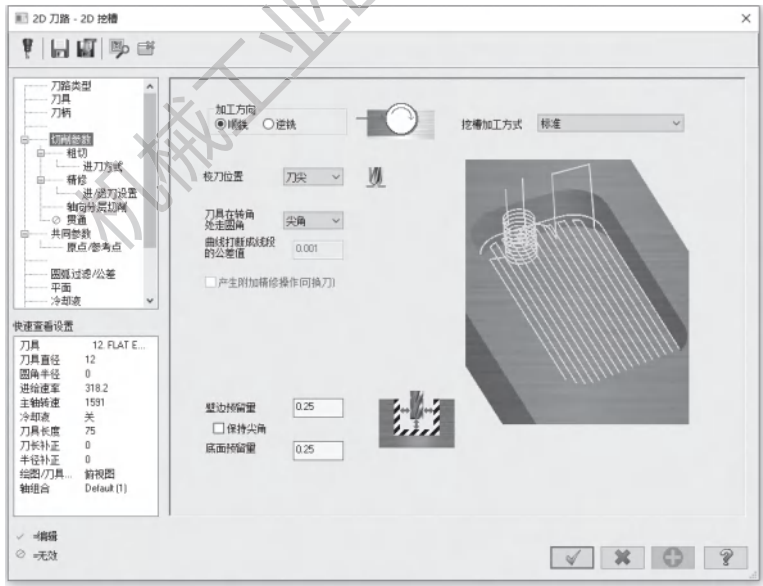

图 10-40 切削参数选项卡
3) 打开【切削参数】选项卡，在【挖槽加工方式】选项的下拉列表中选择【标准】选项，设置【壁边预留量】与【底面预留量】为 0.25mm，其他参数按默认设置，如图 10-40 所示。